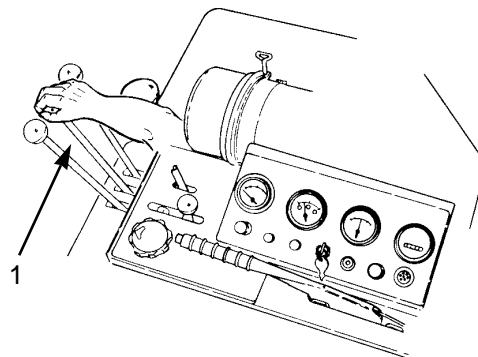

図6
- 2. 駐車ブレーキを掛けた状態で、トラクションユニットのエンジンを始動し、ハーフスロットルに調整する。No.1, No.2, No.3 ユニットの昇降アームのロック・レバーを外し、これらのリールの昇降レバーを「降下」位置に操作（図6）ユニットが降りたら各レバーをニュートラル位置に戻す。